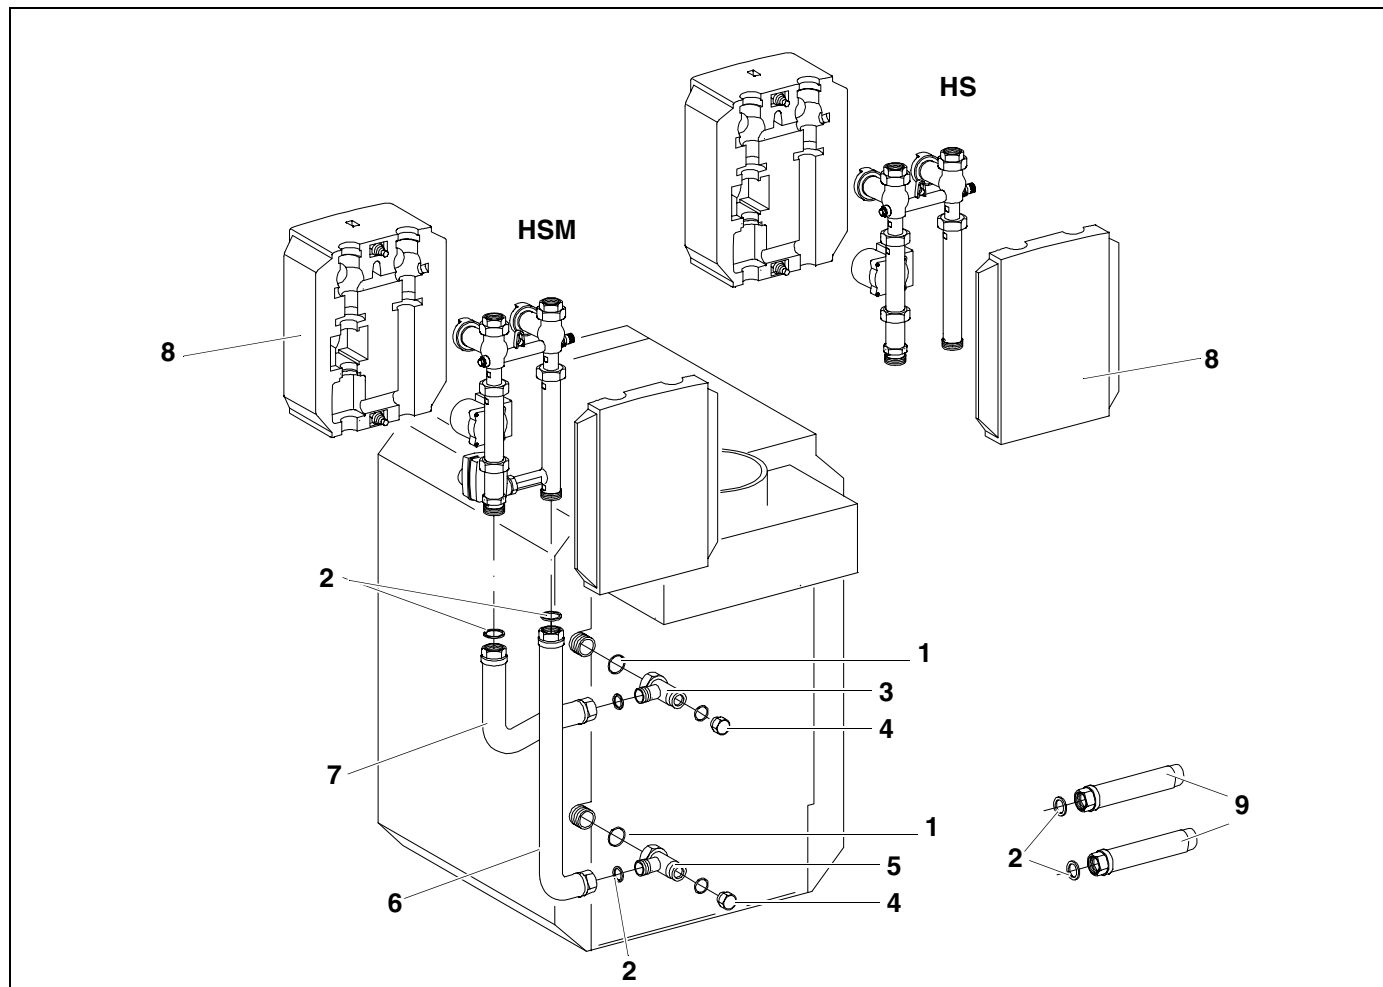

Abb. 3 Anbau hinten
Legende zu Abb. 3
- Wird kein Kessel-Sicherheits-Set oder keine Verbindungsleitung (Kessel-Speicher) angeschlossen, sind die hinteren Abgänge der T- Stücke (3 und 5) mit Kappe G 1 (4) und bereits eingelegter Dichtung zu verschließen.
- Bei 2 Gld. (9 kW) und 3 Gld. (13 kW) Kesseln sind die Verlängerungsstücke (9) und Dichtungen (2) zwischen Vor- (7) und Rücklaufrohr (6) und T-Stück (3 und 5) zu schrauben.
- Vorlaufrohr (7) mit eingelegter Dichtung (2) auf den seitlichen Abgang des T-Stückes (3) am Kesselvorlauf anschrauben.
- Rücklaufrohr (6) mit dem kurzen Schenkel und Dichtung (2) auf den seitlichen Abgang des T-Stückes (5) am Kesselrücklauf anschrauben.
- Vorlauf- (7) und Rücklaufrohr (6) senkrecht ausrichten.
- Dichtungen (2) in die obere Verschraubung einlegen und HS bzw. HSM entsprechen Abb. 3 mit KAS 1 verschrauben.
- Wärmedämmschalen (8) von beiden Seiten auf das jeweilige Heizkreis-Set aufschieben und mit den Kunststoffschrauben leicht verschrauben.